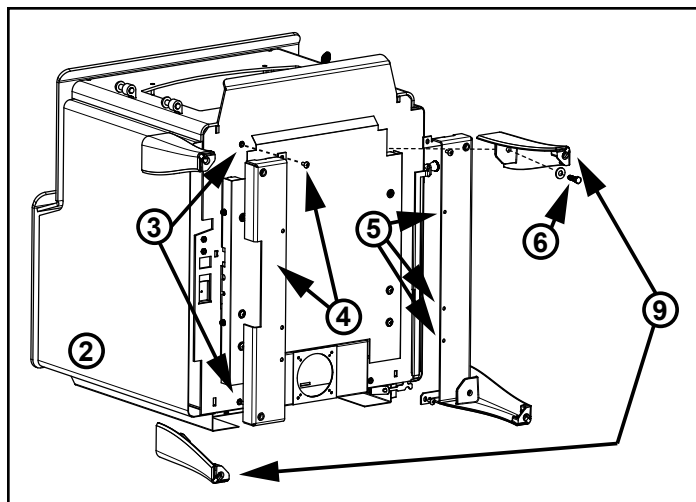

Figure 25.1
3. Retirez les quatre vis de l'appareil (**Figure 25.1**).
REMARQUE : Il y a un sens droit et gauche d'installation des pieds (**Figure 25.1**).
5. Installez six vis au bas des supports de pieds (**Figure 25.1**).
REMARQUE : Les pieds comportant un boulons de mise à niveau doivent être aux coins opposés de l'appareil - un à l'avant et un à l'arrière (**Figure 25.1**).